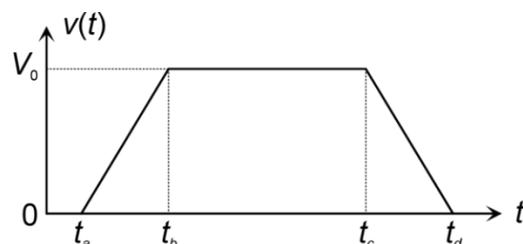

Figure 8 – Évolution de la vitesse de la capsule dans une ligne droite
L'étude se fait sur une portion horizontale du parcours et en ligne droite. Le profil de vitesse d'une capsule est donné figure 8. Les seules actions mécaniques considérées sont la force aérodynamique due à l'action du vent sur la capsule, l'action des moteurs, l'action de pesanteur et la réaction normale du rail ; la résistance au roulement est donc négligée.
**Question 44** En utilisant le profil de vitesse représenté figure 8, hachurer sur le document réponse DR5, les quadrants de fonctionnement de la machine synchrone lors d'un trajet entre deux stations et indiquer le mode de fonctionnement de la machine (générateur ou moteur).
**Question 50** Montrer que l'énergie cinétique récupérée pour un freinage de la capsule lors du passage de la vitesse maximale à une vitesse nulle pour le profil de vitesse de la figure 8 est de -139 kJ.